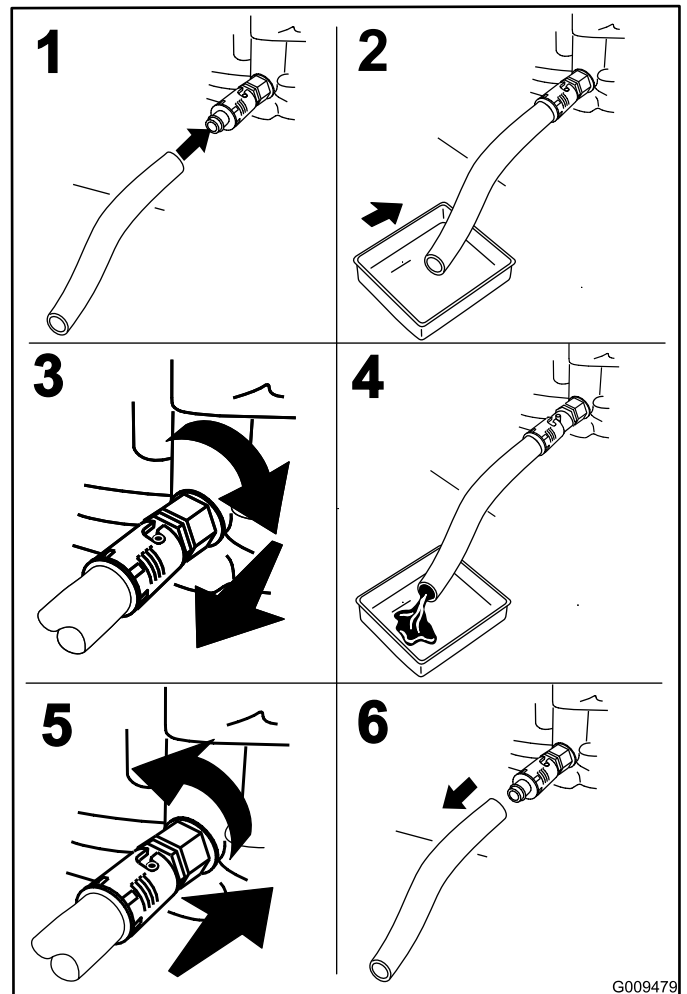

Bild 46
4. Stellen Sie vor dem Verlassen des Fahrersitzes den Motor ab, ziehen Sie den Schlüssel ab und warten Sie, bis alle rotierenden Teile zum Stillstand gekommen sind (Bild 46).